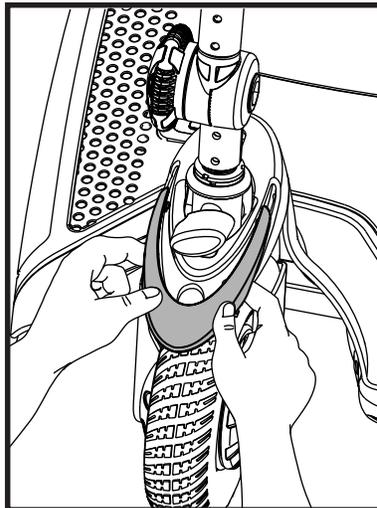

Abb. 10. Vorderes Schutzblech
2. Drücken Sie durch diese Löcher, um das jeweilige Teil von dem Elektromobil zu lösen. **Siehe Abb. 10, 11 und 12.**
HINWEIS: Überzeugen Sie sich beim Einbau des vorderen Schutzbleches davon, dass die Lasche am unteren Ende der Blende in die entsprechende Öffnung passt, bevor Sie die Blende eindrücken und sichern. **Siehe Abb. 10.**